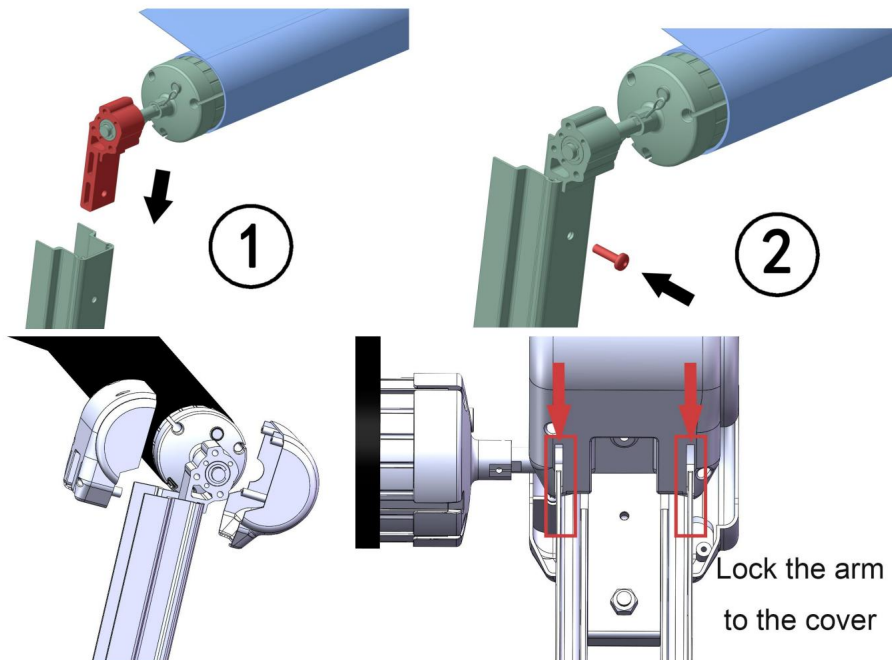

Figura D17
3.7.2 Rimuovere la copertura decorativa sulla parte superiore del braccio pieghevole laterale non motore, inserire la pergamena laterale non motore e la staffa nella parte superiore del braccio pieghevole, fissarla con le viti (tutte le viti sulle coperture) e installare la copertura decorativa. (Figura D17)